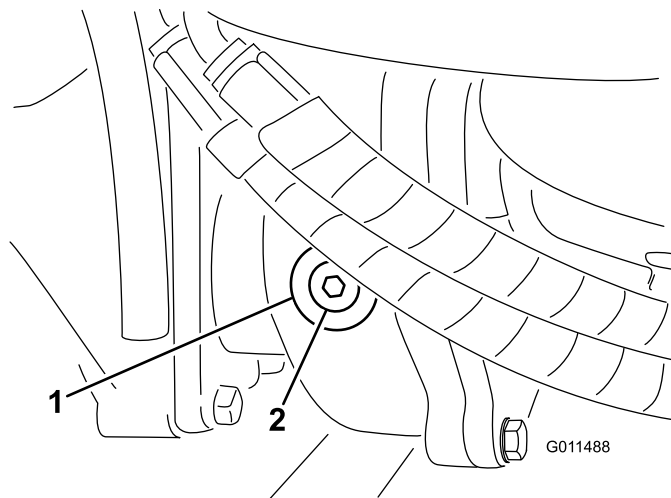

Figure 14
2. Enlevez le bouchon de contrôle/remplissage du côté gauche du boîtier d'engrenages (Figure 14) et vérifiez que le lubrifiant atteint la base de l'orifice. Si le niveau est bas, ajoutez suffisamment de lubrifiant pour rectifier le niveau.